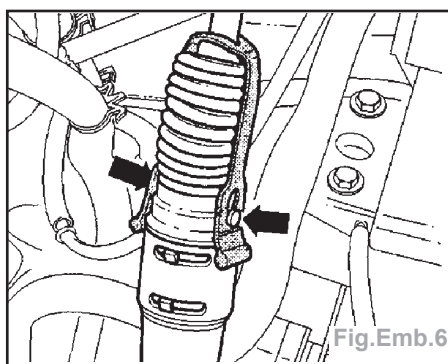

Fig.Emb.6
- Accrocher les languettes de l'attache sur les deux goupilles (flèches) du mécanisme de rattrapage du jeu du câble d'embrayage (2ème mécanicien)(Fig.Emb.6).